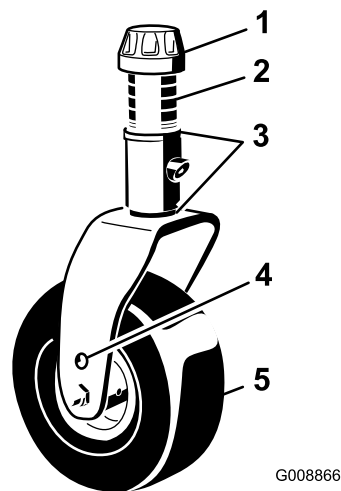

Figura 14
11. Ajuste los suplementos de 1/8 pulgada de la(s) horquilla(s) de las ruedas giratorias delanteras para que la altura de corte se corresponda con la marca de la pegatina (Figura 14); consulte Ajuste de la inclinación de la unidad de corte.